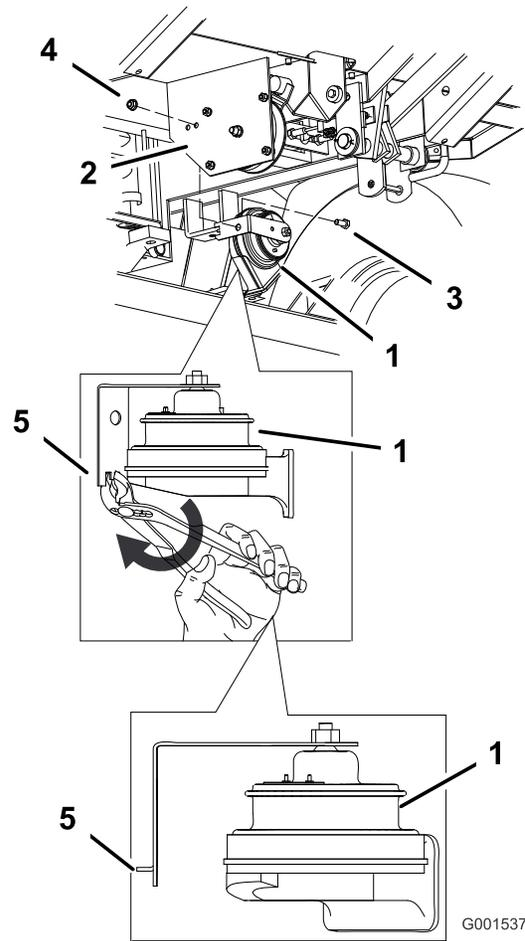

図 4
- 1. ブラケットの端にある中央タブを 90 度に曲げる (図 4)。
- 2. 曲げたタブを先ほど開けた穴に入れる。クラッチプレートにホーンを取り付ける；ボルト (5/16 x 3/4 インチ) とフランジナット (5/16 インチ) (図 4)。